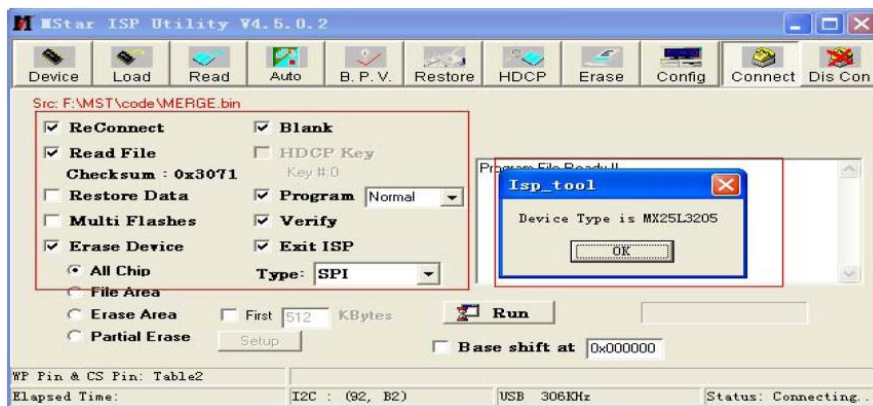
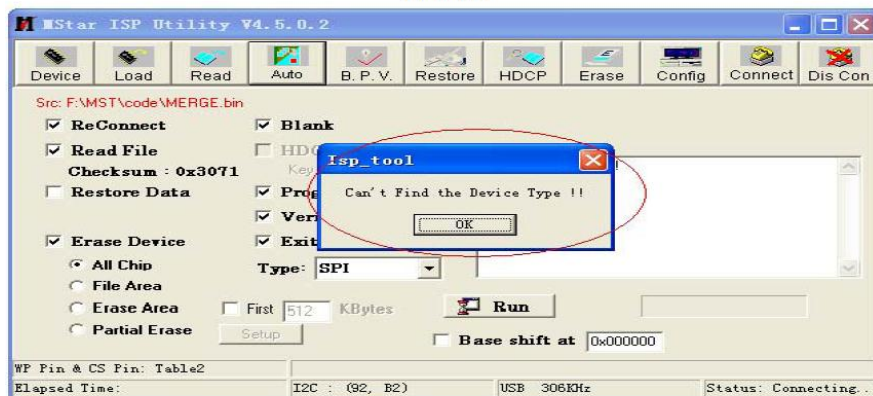

图 2.4.1
图 2.4.2
STEP 1: 打开 ISP_Tool.exe. 点击Connect, 进入ISP Mode, 如果成功, 会显示Device Type, 如图 2.4.1; 反之, 如果失败, 不能选择Device Type, 如图2.4.2。